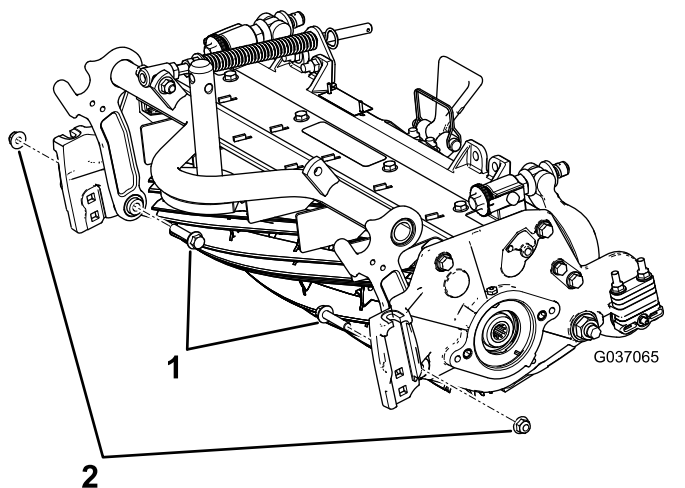

Figure 5
- B. Dévissez les 2 boulons à embase existants à l'intérieur de l'unité de coupe et fixez-les avec les contre-écrous à embase (3/8") (Figure 5).